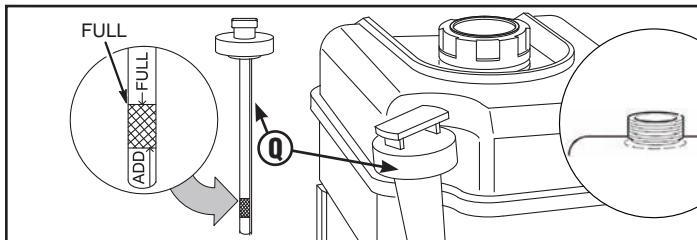

Figure 8
1. Retirez la jauge d'huile (Q, Figure 8). Vérifiez le niveau d'huile. Le niveau d'huile doit être entre les marques PLEIN et AJOUTER. Réinstaller la jauge d'huile.